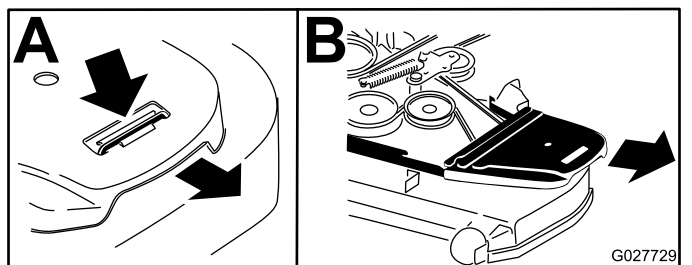

Figura 60
7. Rimuovete i copricinghia e i relativi bulloni (Figura 60).